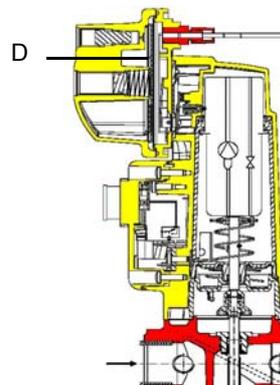

Fig. 14
**Nota:** el diafragma D del SKP2 tiene que ser vertical (vedi Fig. 14).